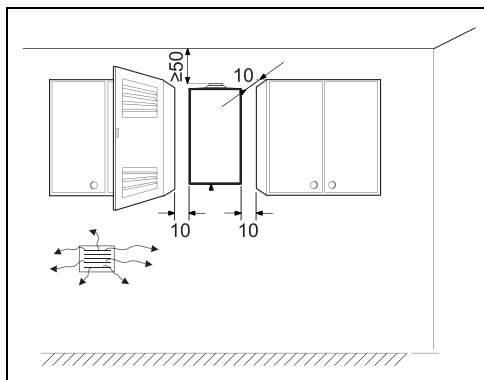

Fig. 11 Distancias mínimas (cm)
- Respetar las separaciones mínimas indicadas en la Fig. 11.